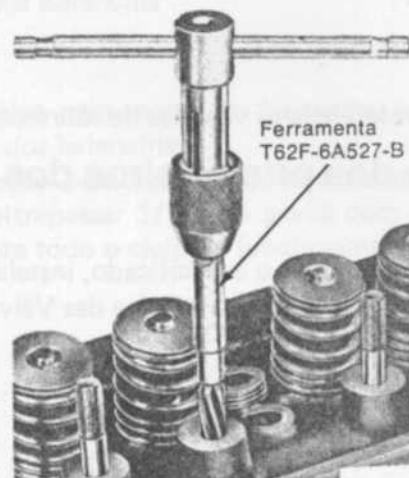

fig. 48
- Ao substituir um prisioneiro folgado, usar em primeiro lugar o alargador de menor diâmetro possível (fig. 48)